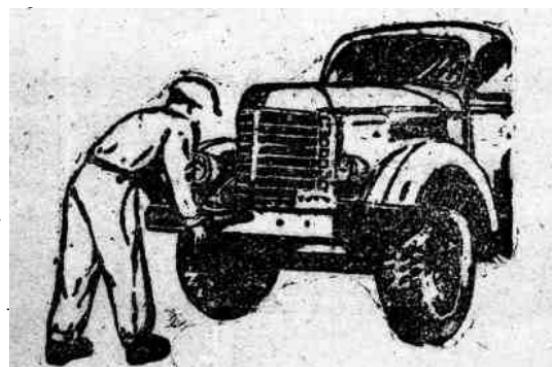

图8 使用手搖柄起动发动机
3. 操作时面对散热器，距离半步，身体稍向后轉，左脚向左跨出半步，以右手搖轉，左手根据情况輔助（如图8）；